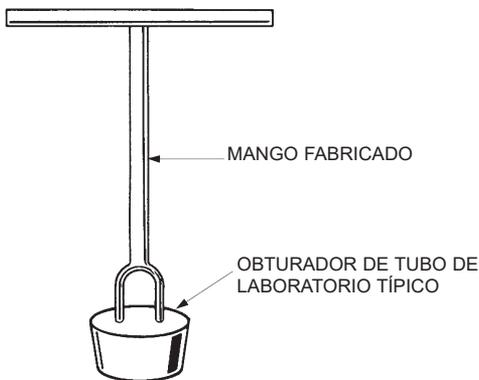

Figura 8
**Nota:** La Figura 8 ilustra una herramienta simple que se puede fabricar para facilitar esta operación de lapeado en válvulas más pequeñas.